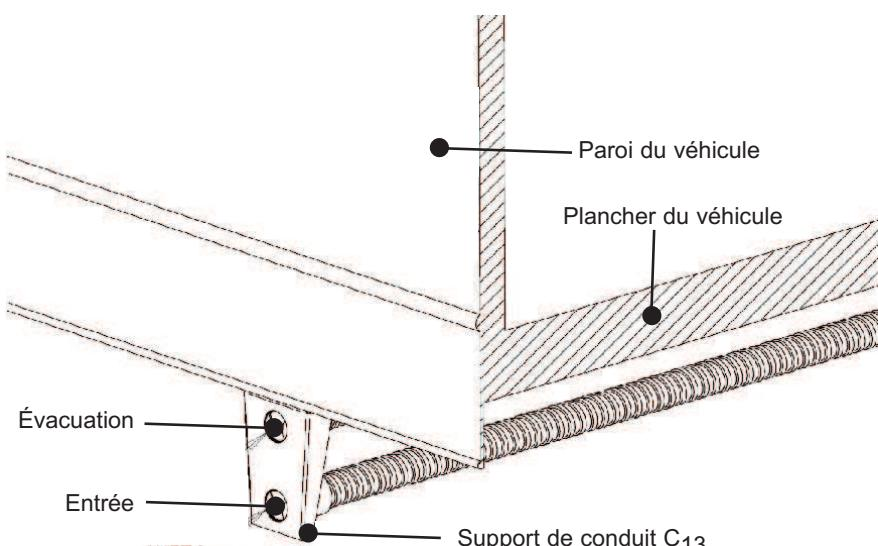

Fig. 26 Type de conduit pour le véhicule en mouvement C₁₃
- Abb. 26 Rohrmontageart - für Fahrbetriebs C₁₃